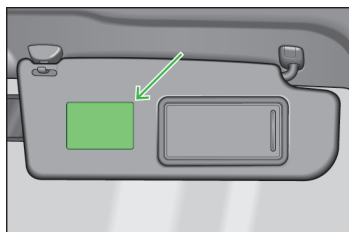

Fig. 125 Parasolarul pasagerului față / etichetă
- Pe parasolarul pasagerului față. La autovehiculele pentru unele țări, pe parasolarul pasagerului față se află eticheta » fig. 125.